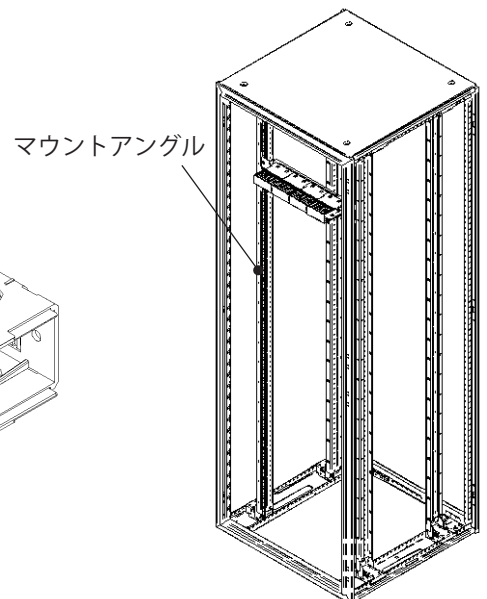

図1
2. ダクト付パネルをラック本体のマウントアングルに取付けます。(図1) その際、M5のねじで取付けてください。